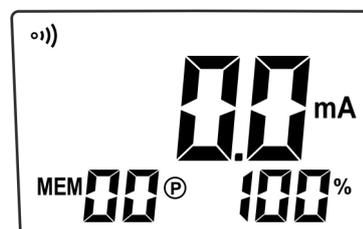

Fig. 20
2. Lo strumento mostra il messaggio "**OL Ω**" a display, in quanto si configura automaticamente per la misura di resistenza. Eseguire una breve pressione del tasto **▲A** per entrare nel modo di misura della corrente. Viene mostrata la videata di Fig. 20.